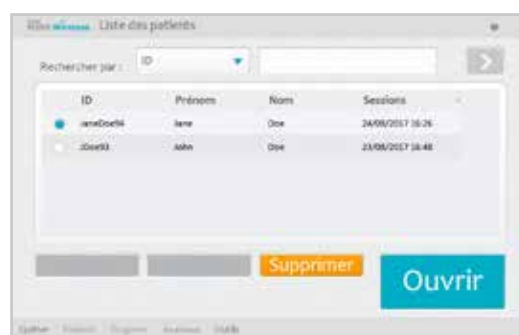

Figure 8-13 : Fenêtre Liste des patients
1. Sélectionnez le dossier d'un patient dans la Liste des patients et appuyez sur Ouvrir ou sur Nouveau pour créer un nouveau patient. Reportez-vous à la Figure 8-13.